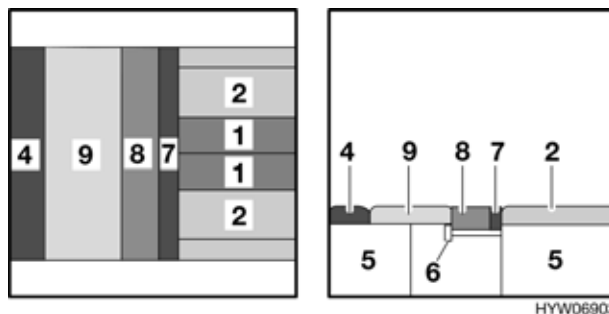

Fig. 81 Dopo la trasformazione
- Piazzare il cuscino aggiuntivo (Fig. 81,4) tra il cuscino del divano (Fig. 81,9) e la parete esterna.
- Appoggiare il cuscino dello schienale (Fig. 81,8) e il cuscino aggiuntivo (Fig. 81,7) sulle due prolunge dei cassoni letto.